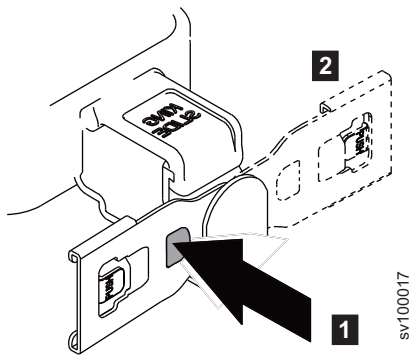

Figura 27. Inversión de la orientación del conjunto
- a. Pulse el botón con la marca "PUSH" en Figura 27.